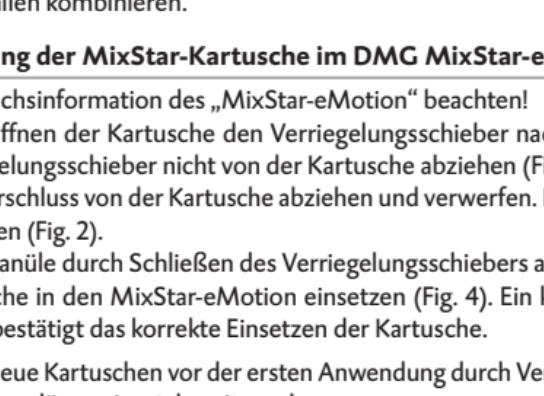

Fig. 5
1. Den Hebel [Fig. 5, Pos. A] an der Rückseite des Automix-Dispensers nach oben drücken und den Schieber [Fig. 5, Pos. B] vollständig zurückziehen.
2. Kunststoffriegel [Fig. 5, Pos. C] nach oben klappen, die Kartusche einsetzen und mit dem Kunststoffriegel [Fig. 5, Pos. C] arretieren.
1. Kartuschenkappe [Fig. 5, Pos. D] oder benutzte Mischkanüle nach Drehung um 90° gegen den Uhrzeigersinn abziehen und verwerfen.
2. Neue Mischkanüle [Fig. 5, Pos. E] aufsetzen.
- Das Material durch Betätigen des Hebel [Fig. 5, Pos. F] am Automix-Dispenser in der Mischkanüle mischen und direkt applizieren.
2. Kunststoffriegel [Fig. 5, Pos. C] nach oben klappen und die Kartusche entnehmen.